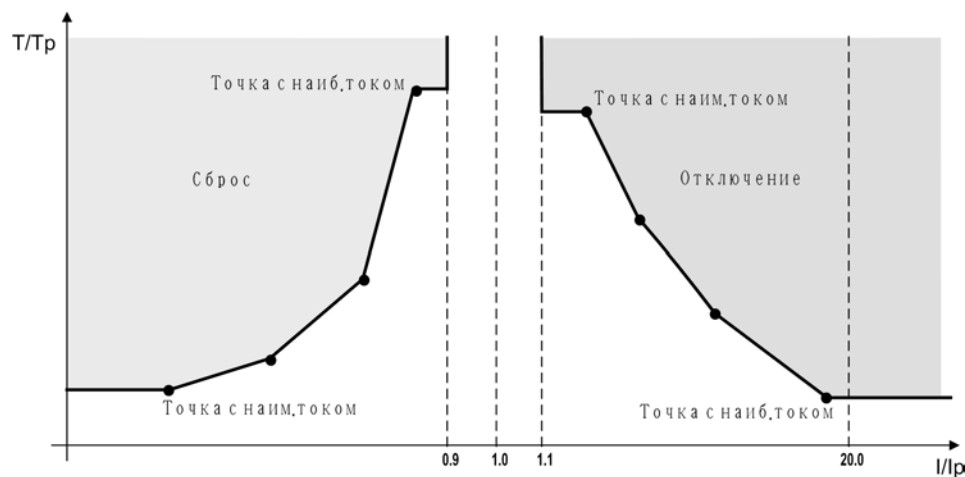

Рисунок 2-76 Определяемая пользователем характеристика - пример
- Токи, меньшие, чем токовое значение самой низкой точки характеристики, не приводят к увеличению времени отключения. Характеристика срабатывания (см. Рисунок 2-76, справа) идет параллельно оси токов, вверх до самой низкой точки характеристики.
- Токи, большие, чем токовое значение самой высокой точки характеристики, не приводят к уменьшению времени отключения. Характеристика срабатывания (см. Рисунок 2-76, справа) идет параллельно оси токов, начинаясь с самой высокой точки характеристики.
- Токи, большие, чем токовое значение самой высокой точки характеристики, не приводят к увеличению времени возврата. Характеристика возврата (см. Рисунок 2-76, слева) идет параллельно оси токов, вверх до самой высокой точки характеристики.
- Токи, меньшие, чем токовое значение самой низкой точки характеристики, не приводят к уменьшению времени возврата. Характеристика возврата (см. Рисунок 2-76, слева) идет параллельно оси токов, начинаясь с самой низкой точки характеристики.